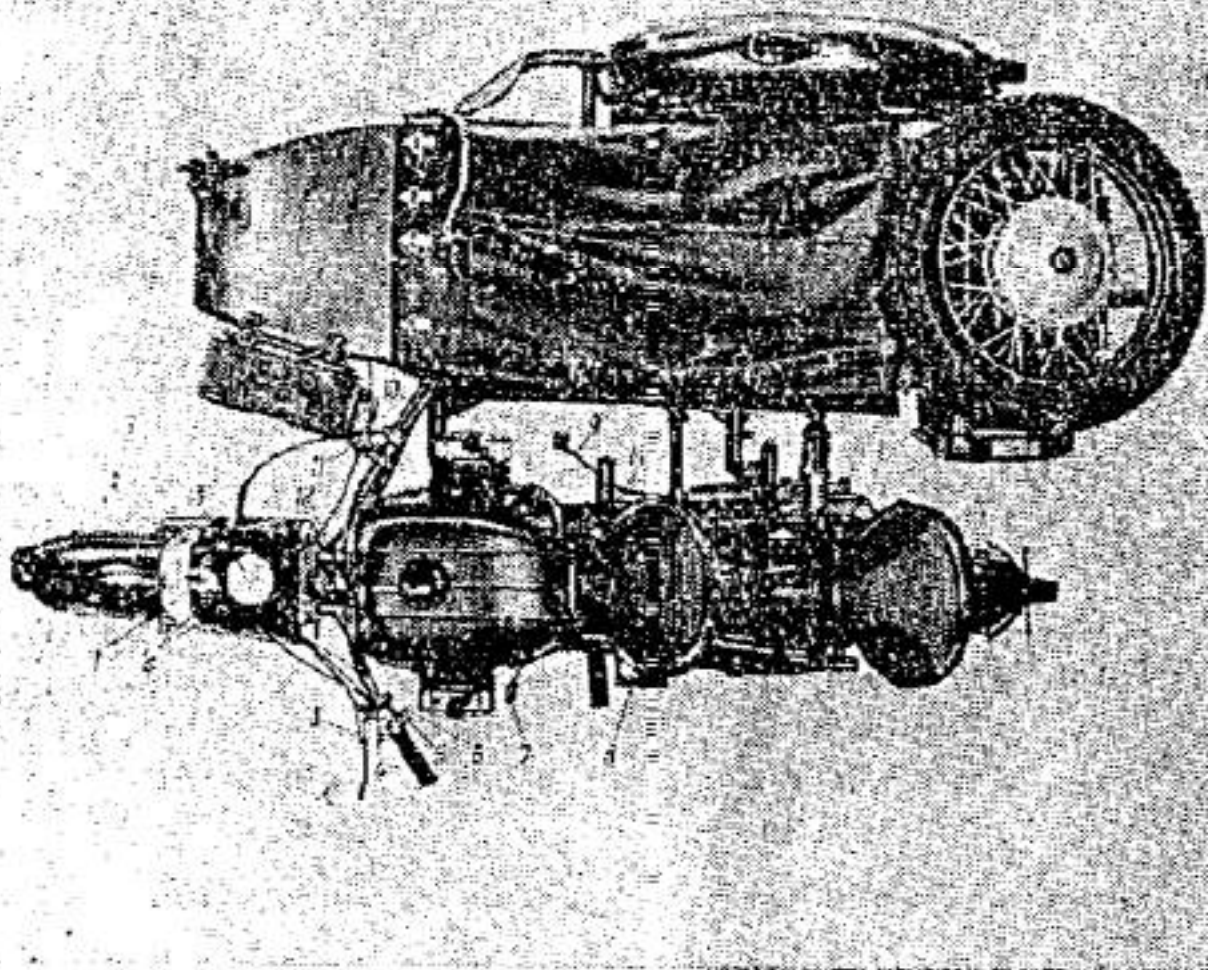
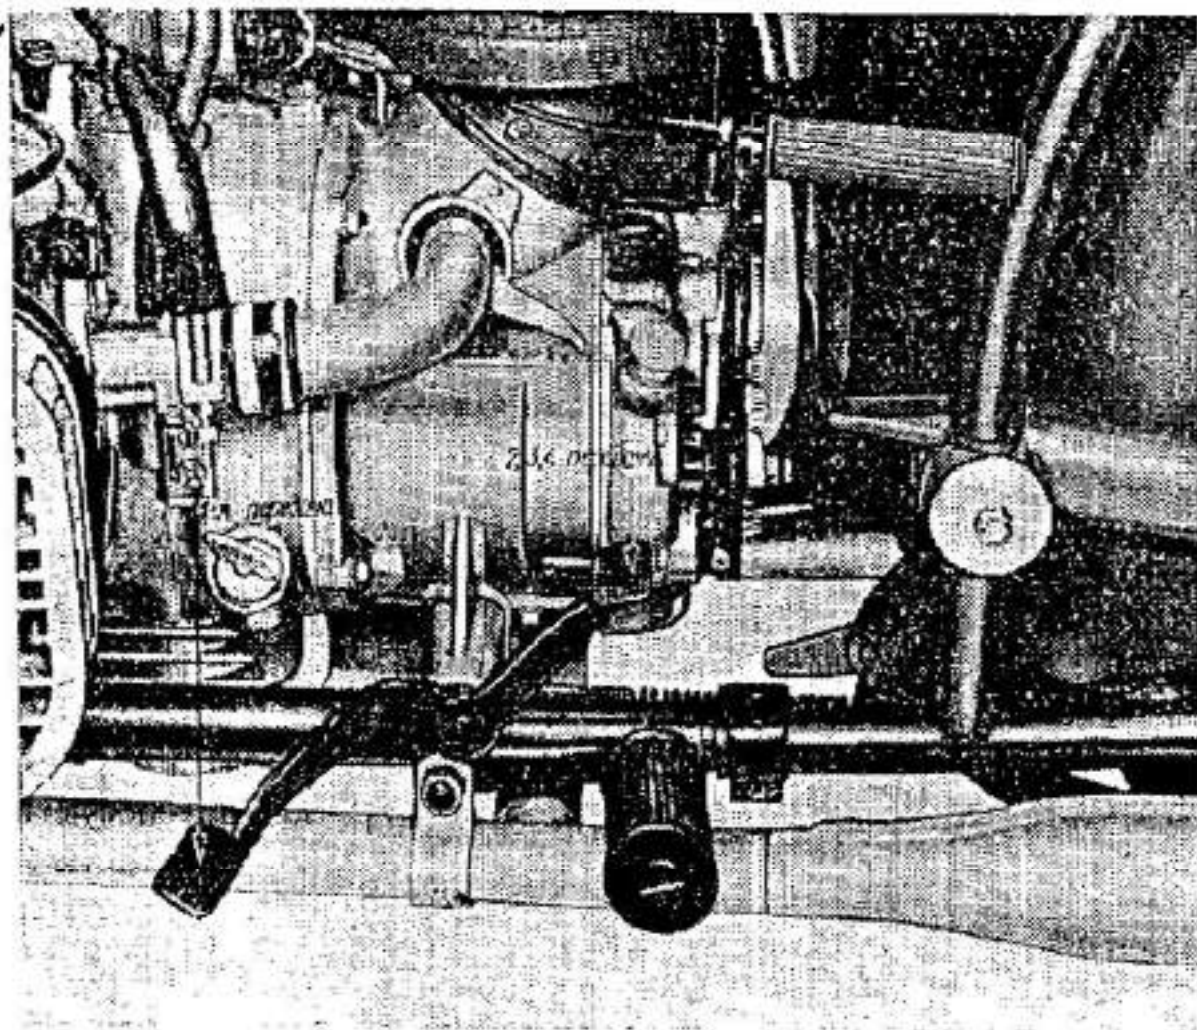

Рис. 2. Органы управления:
Рис. 4. Включение передач
Расположение органов управления показано на рис. 2.
В фару за центральным переключателем вмонтирован спидометр 13 (рис. 2). Он имеет счетчик общего километража пробега и указатель скорости. В стержень рулевой колонки вмонтирован амортизатор руля 12, который предназначен для уменьшения поперечных колебаний колеса и облегчения управления мотоциклом. Рычаг пускового механизма 8 расположен с левой стороны мотоцикла и служит для запуска двигателя. Педаль ножного переключения 7 находится с левой стороны коробки передач и имеет две опорные площадки. При нажатии педали носком передачи переключаются с высших на низшие, при нажатии пяткой — с низших на высшие (рис. 4). После каждого нажатия педаль автоматически возвращается в исходное положение.
По мере отклонения педали от среднего положения сцепление выключается. Рычаг 14 (рис. 2) включения передачи заднего хода расположена на коробке передач с правой стороны и имеет два положения: заднее — передача выключена; переднее — передача включена. Педаль ножного тормоза 9 находится с правой стороны рамы мотоцикла. При нажатии на педаль затормаживается заднее колесо, при возвращении педали в первоначальное положение торможение прекращается.
2. Установить основное нейтральное положение (между I и II передачами) механизма переключения передач (рис. 4). При этом, если ключ зажигания вставлен в замок, должна загореться лампа указателя нейтрали, расположенная на фаре. При определенном навыке нейтраль может быть найдена без помощи светового указателя на фаре по характерному щелчку в коробке передач при выключении I или II передачи.